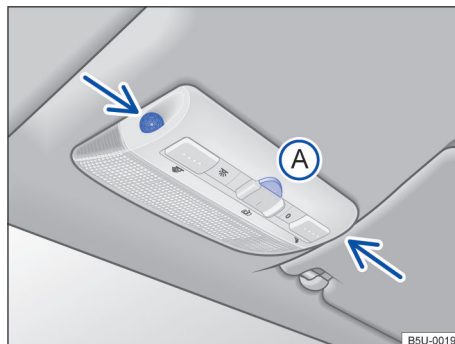

Fig. 46 En la consola del techo: sensores de vigilancia del habitáculo y tecla **A** para desconectar la vigilancia del habitáculo.
La vigilancia del habitáculo dispara la alarma con el vehículo bloqueado, si reconoce movimientos en el interior del vehículo. El sensor y el receptor están ubicados en el conjunto de la luz de lectura → **fig. 46** (flechas).
- Presionar la tecla → **fig. 46** **A**. En el panel de instrumentos se enciende la luz de control .